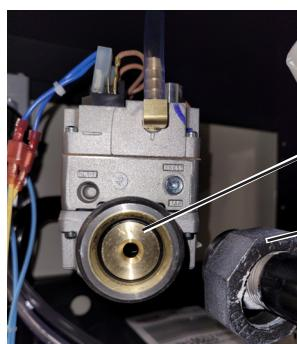

Figure 5.
7. REMPLACEZ L'ORIFICE DE GAZ : Utilisez une pince multiprise ordinaire pour desserrer le circuit de gaz au niveau du raccordement de l'orifice d'évacuation des gaz (près de la soupape de gaz) et remplacez l'ORIFICE D'ÉVACUATION DES GAZ. Jetez l'ancien orifice d'évacuation des gaz. **Assurez-vous que le joint torique est installé autour du rebord extérieur de l'orifice d'évacuation des gaz et que ce dernier est placé de manière affleurante à l'intérieur du raccord.** Serrez le raccord à l'aide de la pince multiprise ordinaire Voir Figure 4 et Figure 5.
TOURNEZ pour desserrer le raccord inférieur du circuit de gaz comme indiqué sur la Figure 5.